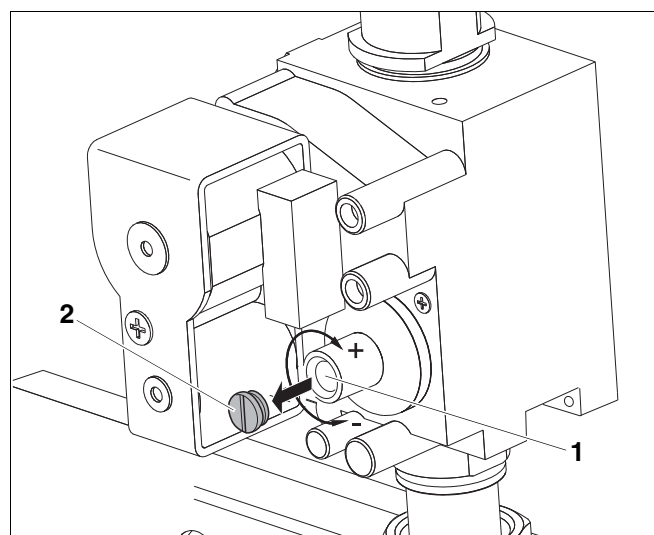

Рис. 49 Газовая арматура "SIT" 840 Sigma
- Снять защитный колпачок (Рис. 49, поз. 2; возможно опечатан) над регулировочным винтом давления на форсунках (Рис. 49, поз. 1). Отрегулировать давление на форсунках поворотом винта в направлении плюс или минус (Рис. 49, поз. 1).